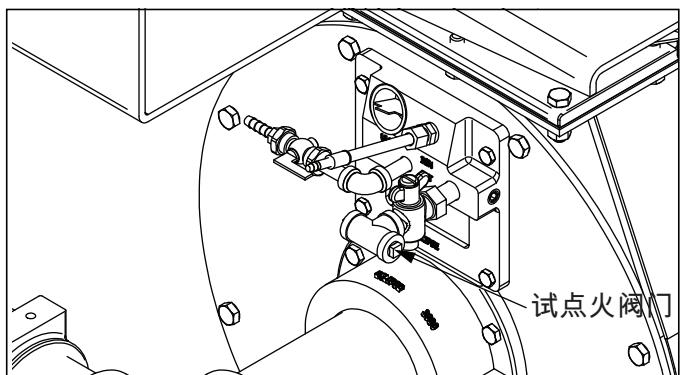

图 4.18. 试点火阀门调整
3. 沿逆时针方向转动内部螺丝（图 4.18）以增加流量，沿顺时针方向转动以减少流量，使试点火装置可靠点火，以最小的试点火燃气流量获得稳定的火焰信号。